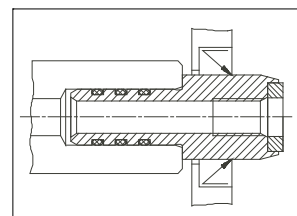

Bild 3: Spindelende mit Rotor
- O-ringe des Rotors einfetten. Rotor mit äußerster Vorsicht von Hand in das Spindelende bis Anschlag drücken (Bild 3). Dichtfläche nicht beschädigen.